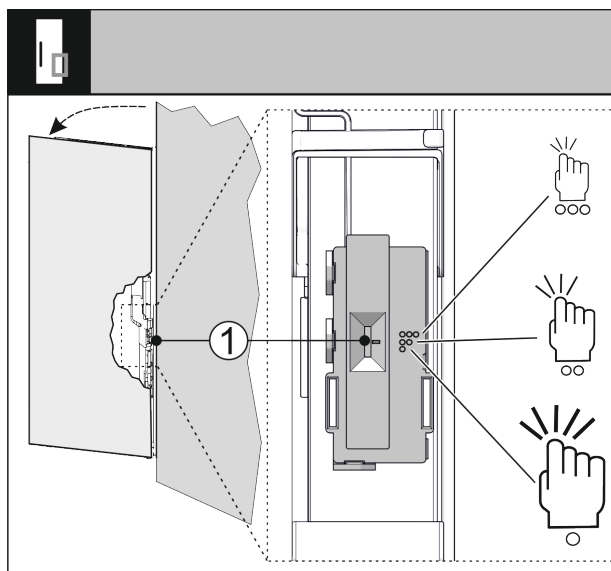

Fig. 70
Vous pouvez régler la sensibilité du capteur de frappe à l'aide d'un interrupteur Fig. 70 (1). L'interrupteur se situe du côté des charnières, dans le tiers inférieur de la porte.
► Pousser l'interrupteur *Fig. 70 (1)* dans la position souhaitée.